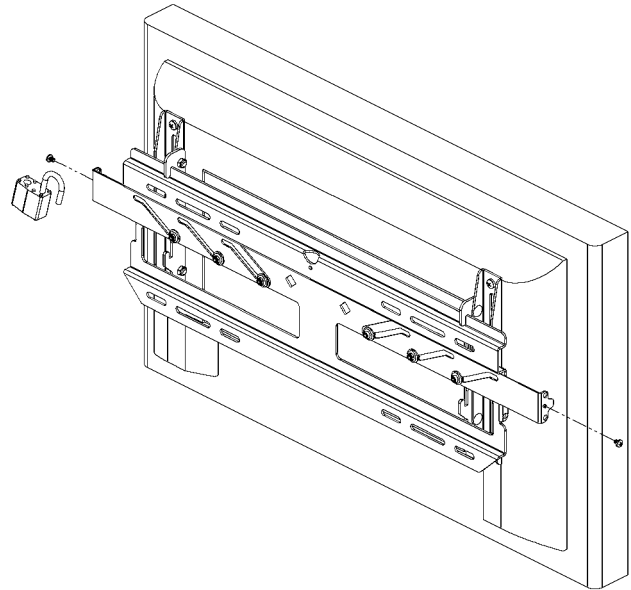

Figure 10. Enlever la quincaillerie de sécurité
1. Vous pouvez, le cas échéant, enlever des vis auto-taraudeuses (70) et/ou des cadenas sur les deux côtés de la plaque murale. Ces éléments renforcent la sécurité (voir figure 10).